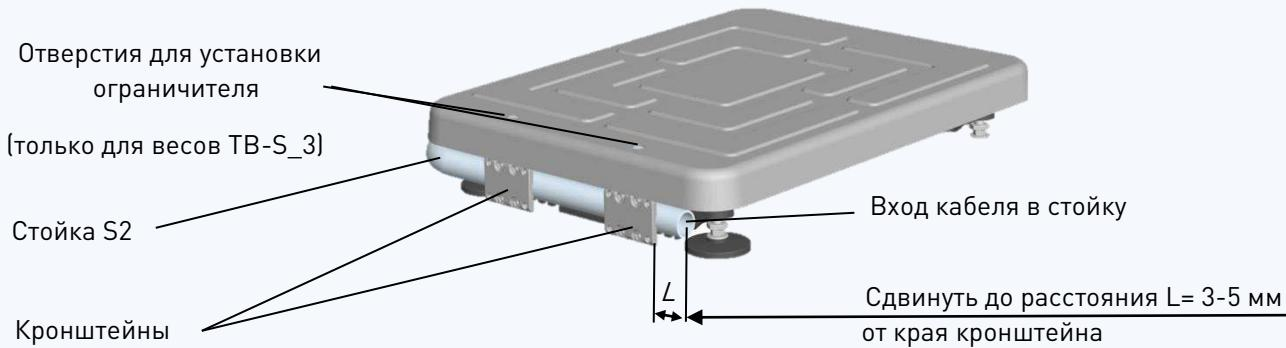

Рис. 6.1. - Крепление круглой вращающейся стойки к модулю TB-S
1. Сдвинуть стойку S2 на расстояние $L = 3-5$ мм от края стойки до края кронштейна, Рис. 6.1.